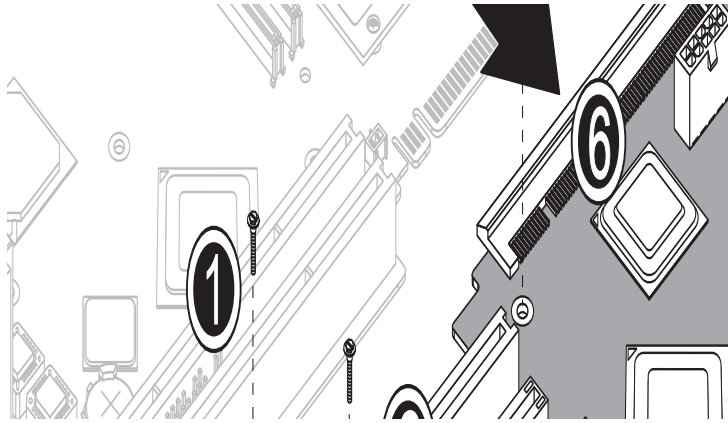

图 4-27 旋下固定螺丝并拆卸扩展卡
7. 旋下将扩展卡固定到系统机箱的 5 颗螺丝（参见图 4-27 中的 (1) 至 (5)）。
8. 按下位于背面边角支脚和最靠近 PCI 卡插槽处伸出的黑色塑料卡扣 (6)。